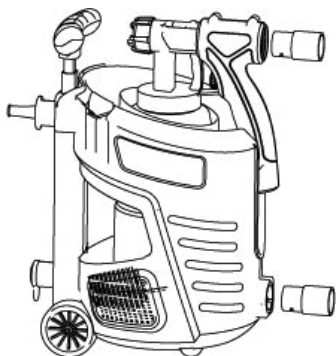

FIGURA 9.2 - PISTOLA 700W
- Alinee el tubo de alimentación (ver Figura 9.2). Con el tubo de alimentación en la posición correcta, el contenido del recipiente podrá ser pulverizado por completo;